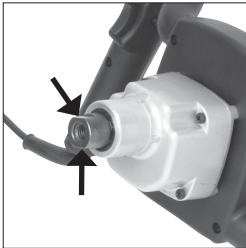

Fig. 2
Anmärkning: Maskinens hjulaxel (**Fig. 2**) sticker ut från Twister-motorenheten, och har två (2) plana ytor för den levererade skruvnyckeln.